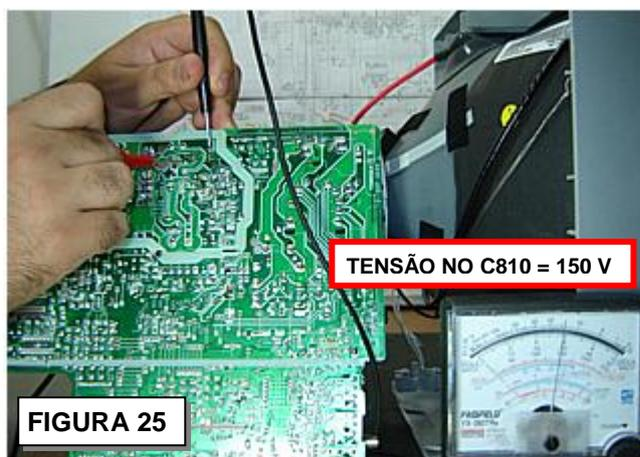

FIGURA 25
2. **Não tem +B no saída ou está muito baixo** – Verifique se chega 150 V no capacitor de filtro principal C810 (**figura 25**);